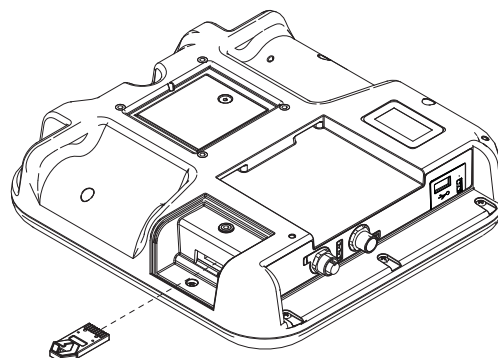

ABB. 8: Token anschließen
2. Schließen Sie einen schwarzen Aktualisierungs-Token an, nachdem Sie die Abdeckung (L) entfernt haben, wie in **Abbildung 8** dargestellt.